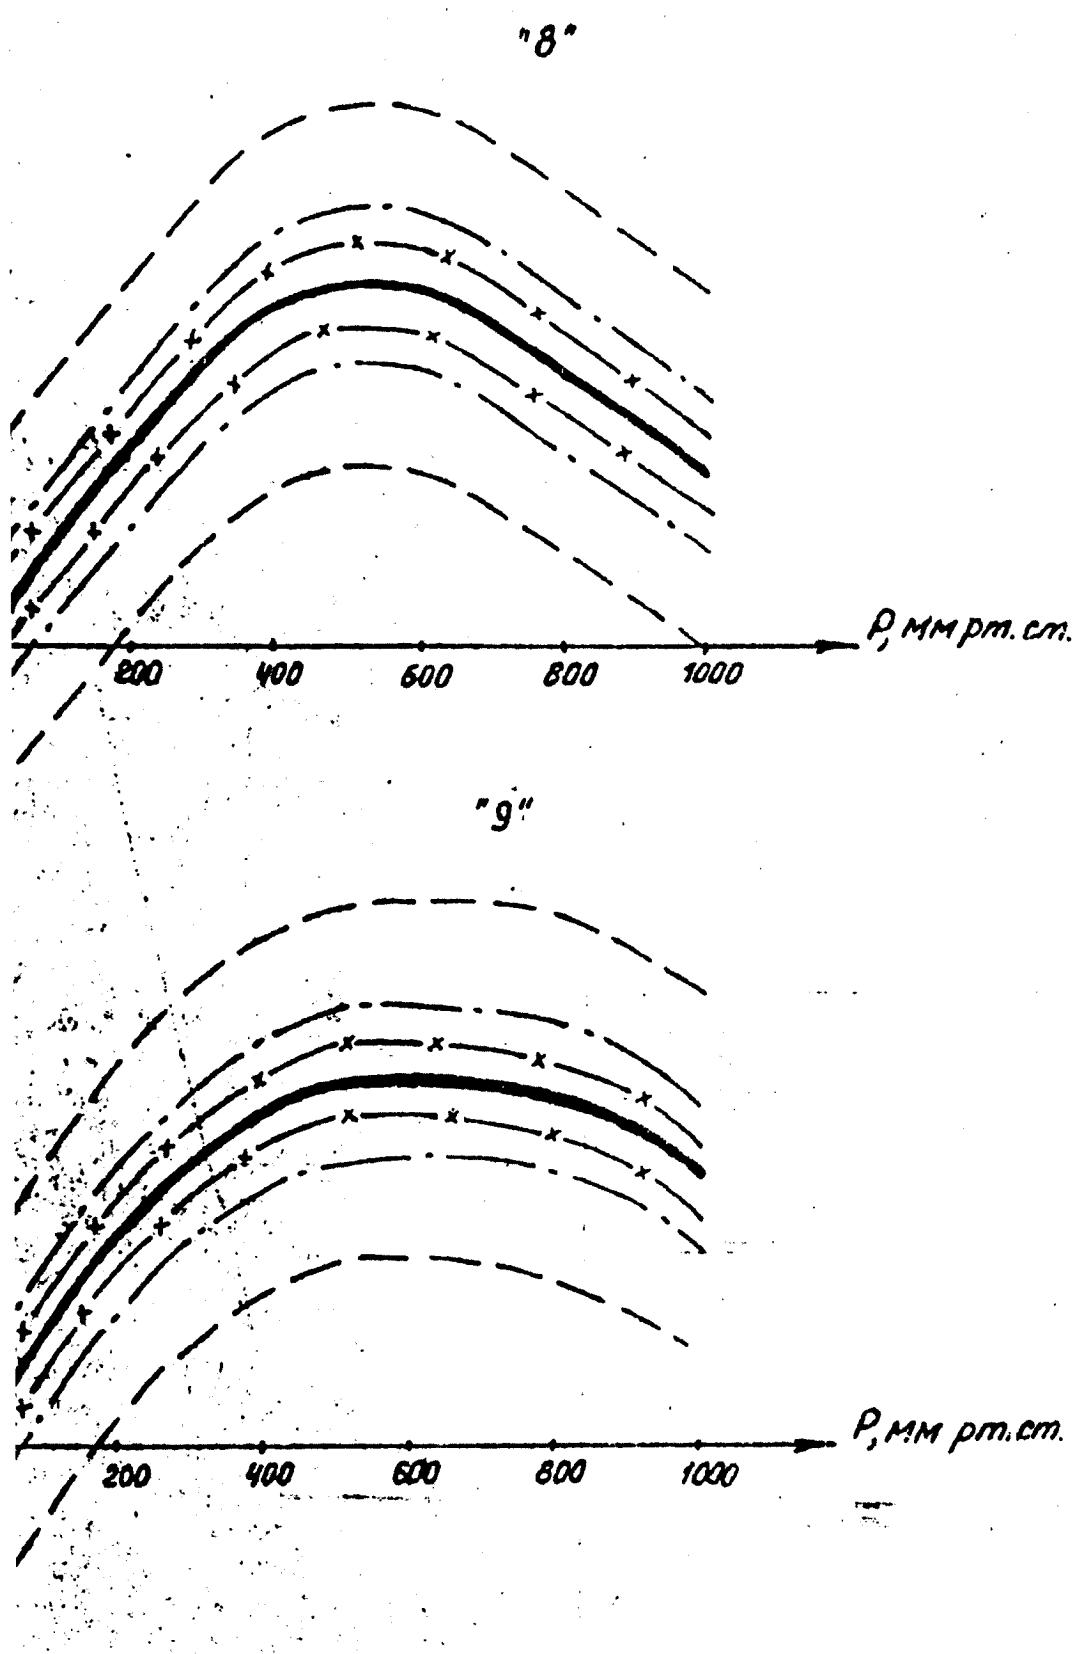

Рисунок 6 - Номограмма функции  $E = f(P)$
2) построить график зависимостей масштабной ошибки  $E$  от величины измеряемого давления, т.е. функцию  $E = f(P)$  и совместить с одной из приведенных на номограмме рис. 6 – 10 таким образом, чтобы функция  $E = f(P)$  находилась в пределах допустимой зоны.